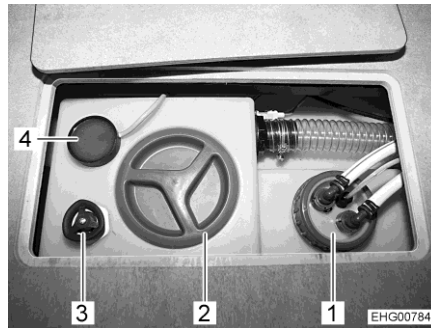

Fig. 129 Poignée tournante vidange d'eau
- Tourner à fond la poignée tournante (Fig. 129,3) sur le réservoir d'eau dans le sens inverse des aiguilles d'une montre.
- Tourner à fond la poignée tournante (Fig. 129,3) sur le réservoir d'eau dans le sens des aiguilles d'une montre.